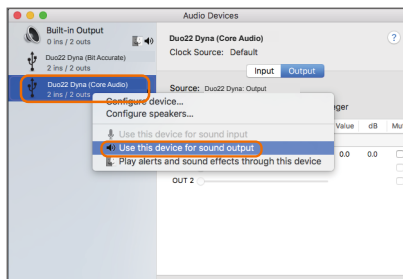

Figure 14
- Ouvrez la fenêtre Audio MIDI setup" (Configuration de l'audio MIDI) et vérifiez que l'appareil Duo22 Dyna a été configuré correctement comme illustré à la figure 14.